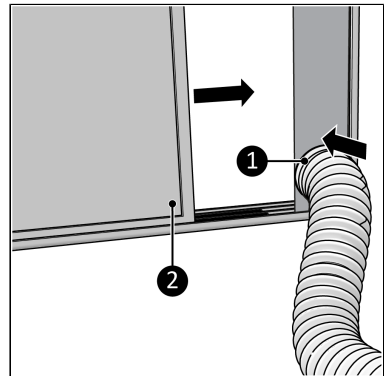

Abbildung 44.
5. Schließen Sie das Fenster (Abbildung 44, Pos. 2). Dadurch wird das Window Kit an Ort und Stelle gehalten.
6. Verbinden Sie den Anschluss des Window Kits mit dem Window Kit (Abbildung 44, Pos. 1).